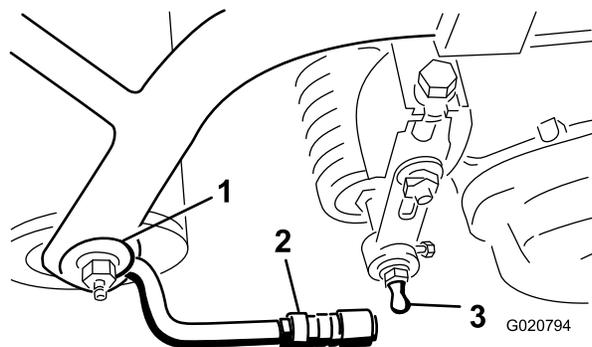

Рисунок 8
3. Наденьте втулку на приемную часть шарового шарнира и зацепите приемную часть за шаровой палец режущего блока. Ослабьте втулку, чтобы она была надвинута на шаровой палец и зафиксировала соединение узлов между собой (Рисунок 8).